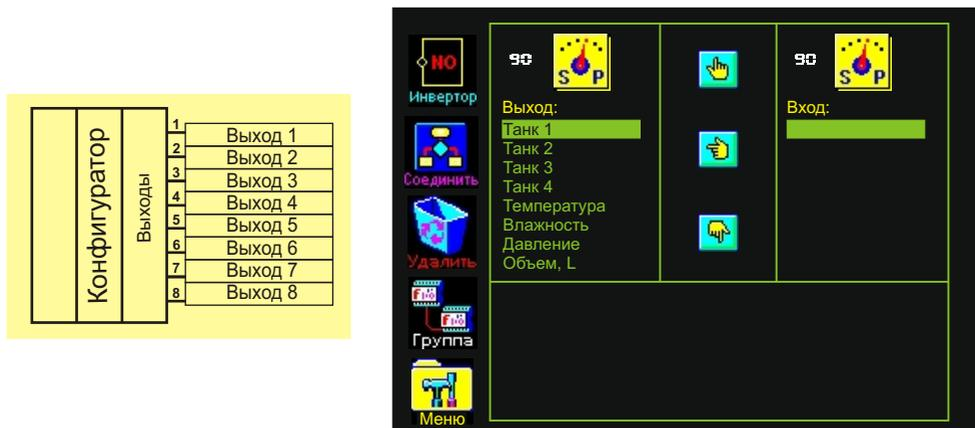
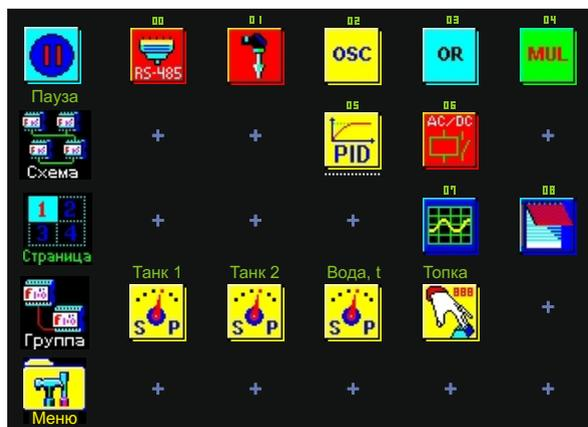

Рис. 80. Структура функционального блока "Зататчки"
Рис. 82. Меню Процесс (схема).
Схематическое изображение архитектуры блока **Задатчики** смотрите на Рис. 80.
9.4.4 **Конфигуратор** блока имеет 9 конфигурационных окон. В конфигурационных окнах с 1-го по 8 устанавливаются значения задатчиков, а также, присваиваются имена каждому задатчику, которые располагаются под соответствующими конфигурационными окнами в опции Конфигуратор, меню Процесс и в таблице соединений (Рис. 80). В 9-ом окне присваивается имя данному блоку, которое располагается над блоком в меню Процесс (Рис. 82).
9.4.5 В меню **Процесс** организация, функции и внешний вид блока Задатчики идентичны конфигурактору. Отличие состоит лишь в том, что в меню Создать, в схеме, над пиктограммой блока находится присвоенный порядковый номер (приоритет), а в меню Процесс - название блока (Рис. 82).